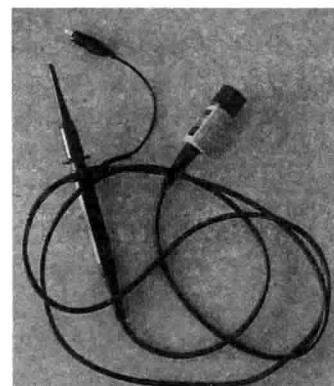

图 1.10 示波器探头
除对示波器测量至关重要外，探头对测量质量也非常关键。把探头连接到电路上可能会影响电路操作，探头对探测的电路影响必须达到最小，并对希望的测量保持足够的信号保真度。示波器探头如图 1.10 所示。
(1) 观察所有终端额定数据 为避免火灾或电击危险，应观察产品上的所有额定值和标志。不要对任何端子应用超过该端子最大额定值的电压。检查探头和测试设备说明书，观察任何额定值下降的信息，例如随着频率提高，最大输入电压额定值可能会下降。
(2) 使用正确的接地程序 探头通过示波器电源线的地线间接接地，图 1.10 中连接在探